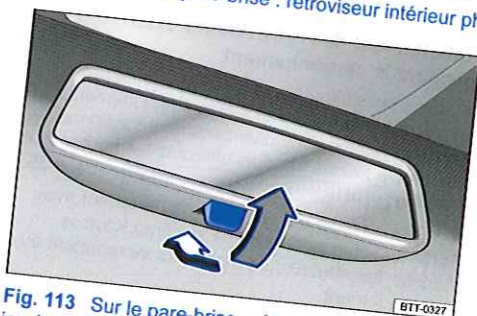

Fig. 113 Sur le pare-brise : rétroviseur intérieur jour/nuit manuel.
- Pour sélectionner la position nuit, tirez le levier vers l'arrière  fig. 113.